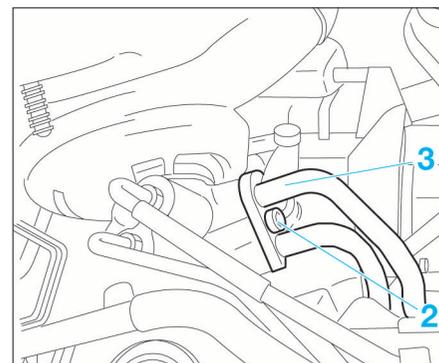

FIG. 19
- Déposer la vis (2) (Fig.19).
- Désaccoupler la bride (3) de la valve d'assistance de direction.